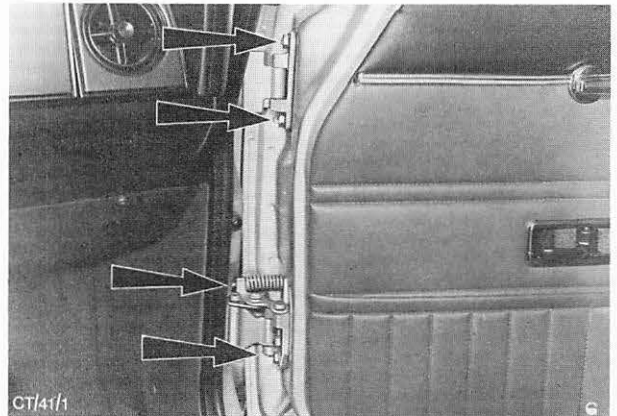

Abb. 20 Schrauben – Scharniere an Tür
1. Tür öffnen und Einbaulage der Türscharniere markieren, um das Einpassen der Tür zu erleichtern. Schrauben entfernen, Abb. 20, und Tür abbauen.